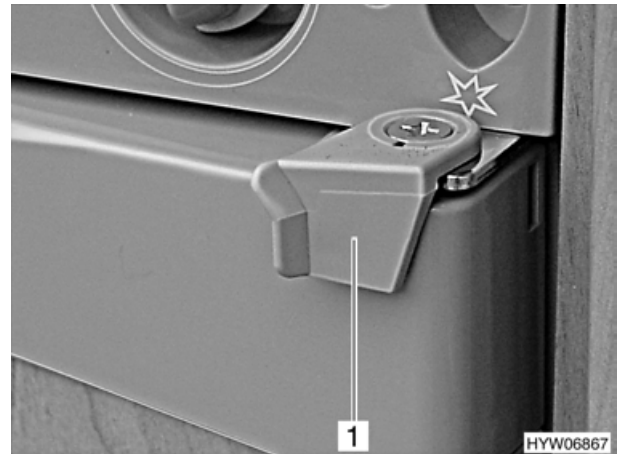

Bild 80 Verriegelung der Kühlschranktür, geschlossen (Variante 1)
- Verriegelung (Bild 80,1) nach außen drehen.